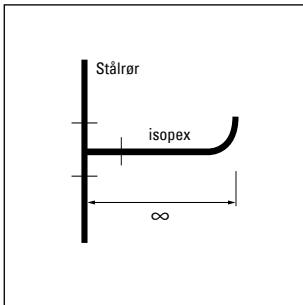

fig. 1
- Ved lige afgreninger kan isopex tilkobles uden aflastning,  $L = \infty$ . Se fig. 1.